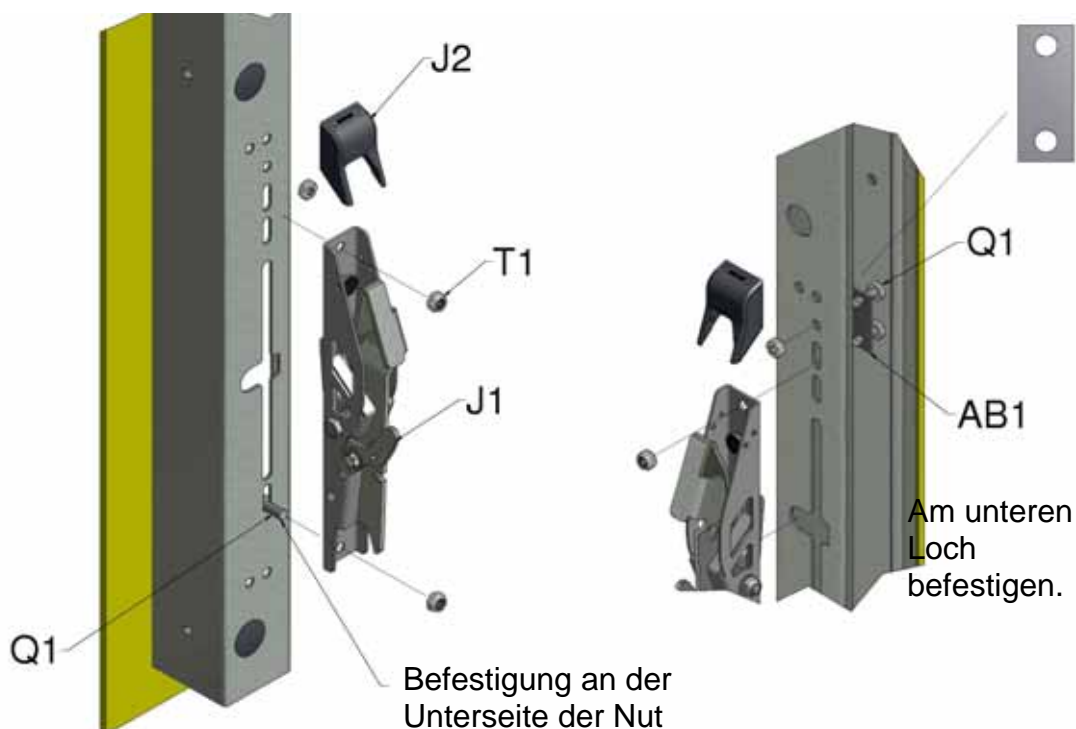

Abbildung 12: Verschrauben der Sperrklinken und Führungsschienen
11. Befestigen Sie die Sperrklinken (J1) mit den im Lieferumfang enthaltenen M8x20 Stellschrauben (Q1) und Sicherungsmuttern (T1) an den vorgestanzten Öffnungen an der Unterseite der Führungsschienen. Führen Sie die oberen Befestigungsschrauben durch die Stopplatte der Sperrklinke (AB1), die auf der Innenseite der Führungsschiene angebracht ist, um zu verhindern, dass die Klinke an den vorgestanzten Öffnungen hochrutscht. Achten Sie darauf, dass der Schwenkarm der Sperrklinke nicht im Längsschlitz der Führungsschiene hängen bleibt (Abbildung 12). Kappen (J2) oben auf den Sperrklinken anbringen.